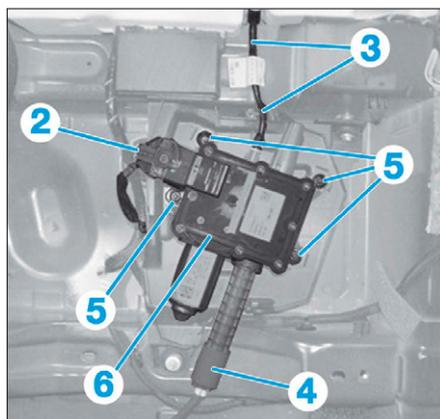

FIG. 31
- Débrancher le connecteur (2) (Fig.31).
- Dégrafer le tube de déverrouillage (3).
- Débloquer l'écrou (4).
- Déposer les écrous (5).
- Dégager le groupe frein de stationnement (6).